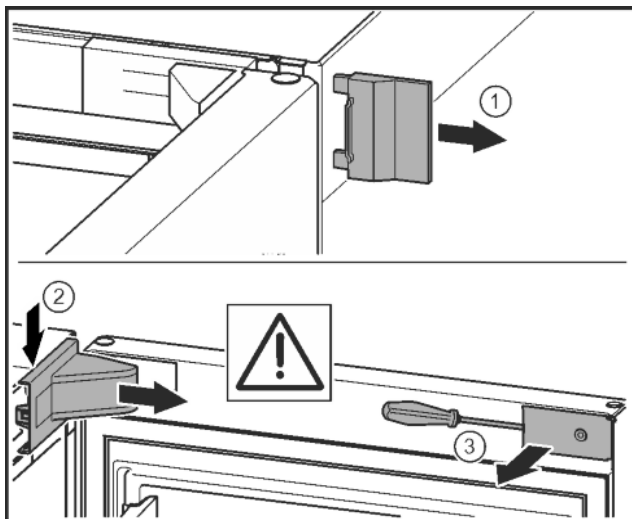

Fig. 7
- ▶ Noņemiet ārējo pārsegu. Fig. 7 (1)
- ▶ Atbrīvojiet un atvienojiet gultņa balsta pārsegu. Noņemiet gultņa balsta pārsegu. Fig. 7 (2)
- ▶ Ar plakano skrūvgriezi atbrīvojiet aizsegu un pagrieziet uz sāniem. Fig. 7 (3)